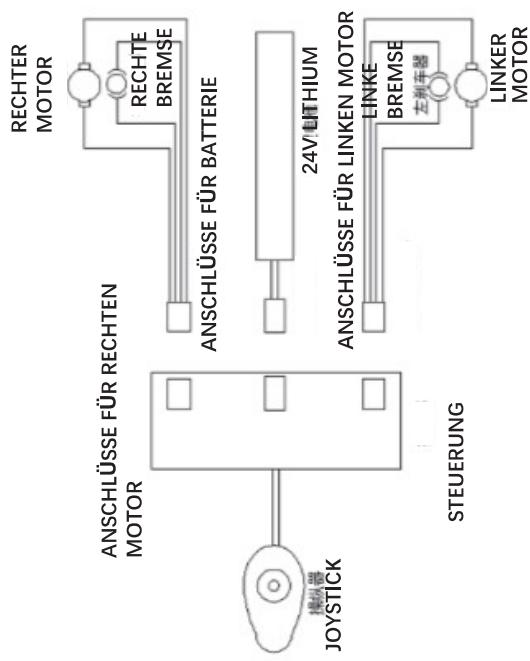

Abbildung 1
3.1 Der Stuhl besteht aus mehreren Hauptbestandteilen (Abb. 1).